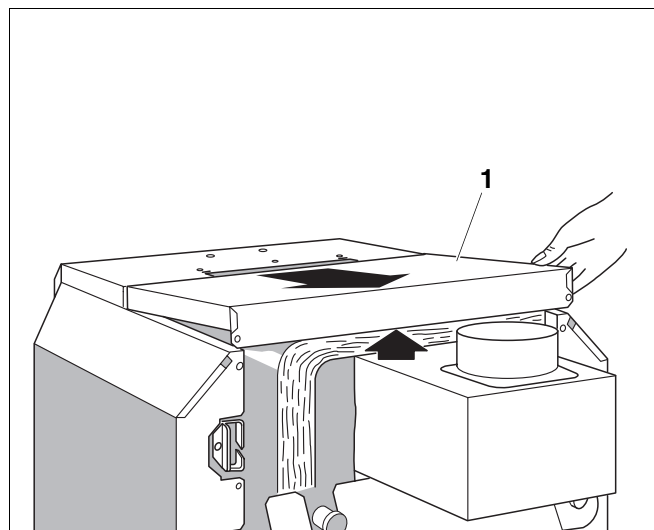

Abb. 18 Kesselhaube abnehmen
Abnehmen der hinteren Kesselhaube siehe Abb. 18, Seite 25.
- Die beiden Befestigungsschrauben der hinteren Kesselhaube (Abb. 18, **Pos. 1**) herausdrehen. Hintere Kesselhaube anheben und nach hinten wegnehmen (Abb. 18).